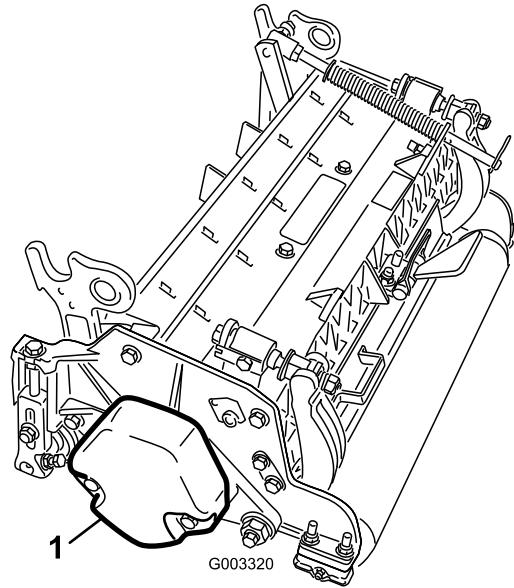

図 4
3. カウンタウェイト 図 4 を、決められた側に取り付けるカuttingユニットのオペレーターズマニュアルを参照。